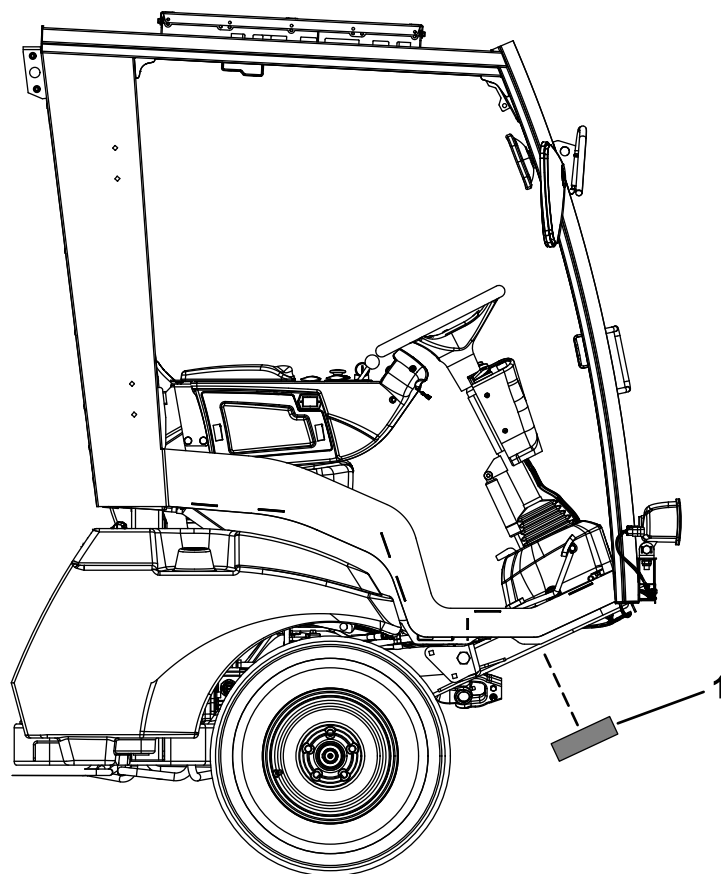

**Figura 43**
3. Limpe a parte inferior da estrutura e placa do número de série com um pano embebido em álcool (Figura 43).